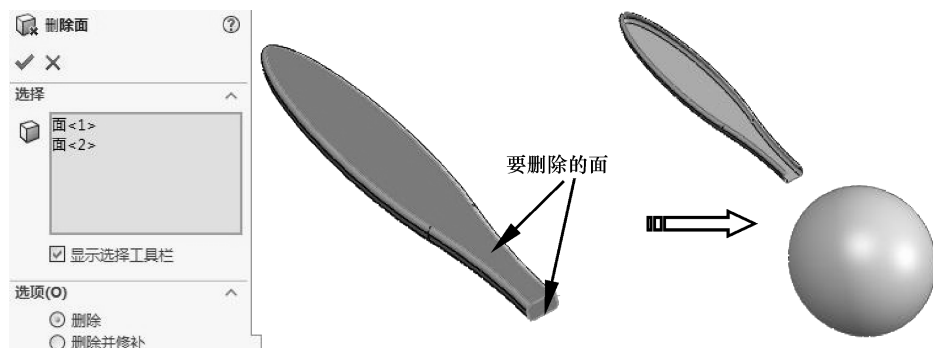

图 4-98 删除面
- 12 单击【删除面】按钮, 选择如图 4-98 所示的两个面进行删除。